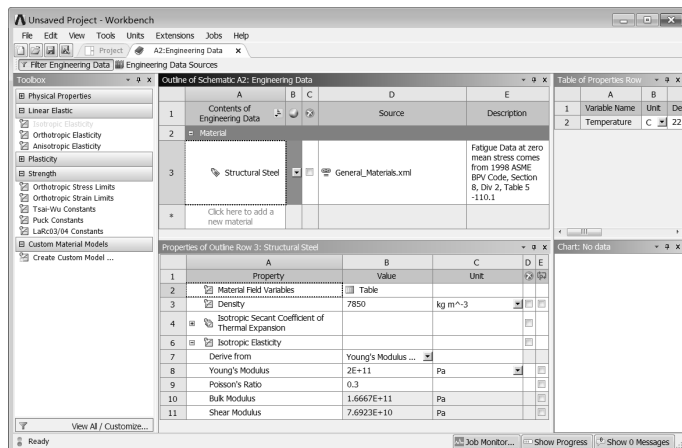

图 12-11 材料参数设置界面
Step1 : 双击项目 B 中的 B2 Engineering Data 选项, 进入如图 12-11 所示的材料参数设置界面。在该界面下即可进行材料参数设置。